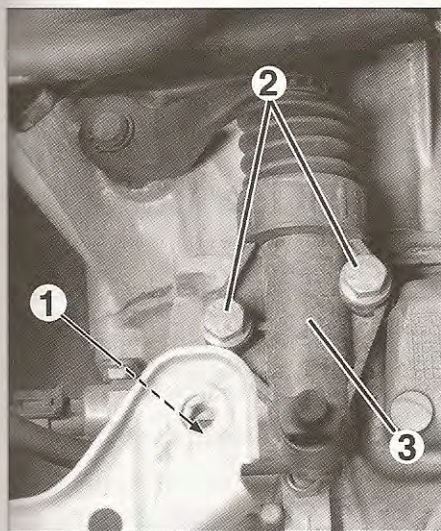

fig. 4
- Retirar la grapa de bloqueo de la tubería hidráulica (1) y desconectarla (fig. 4).
- Desmontar ambos tornillos de fijación (2) del cilindro receptor (3).